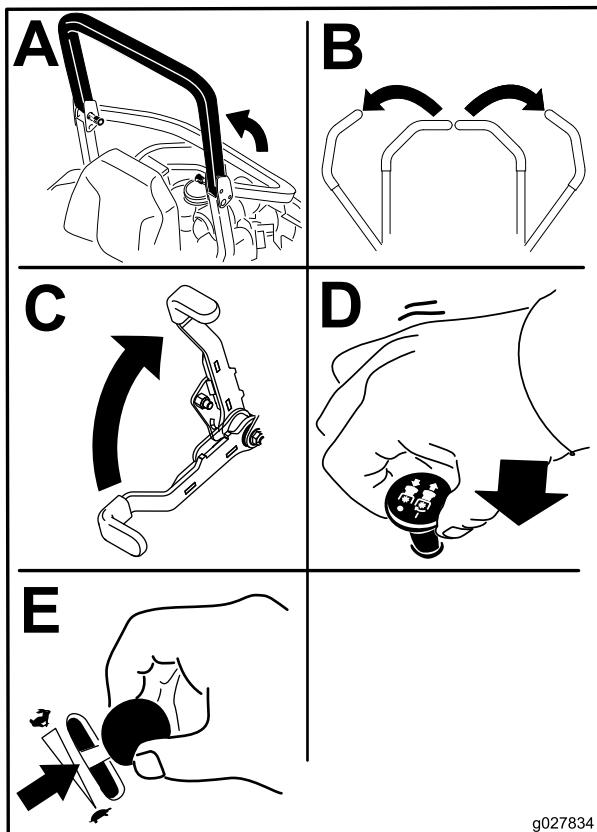

Figura 19
4. Mueva el mando de control de las cuchillas (TDF) a la posición de DESENGRANADO (Figura 19).